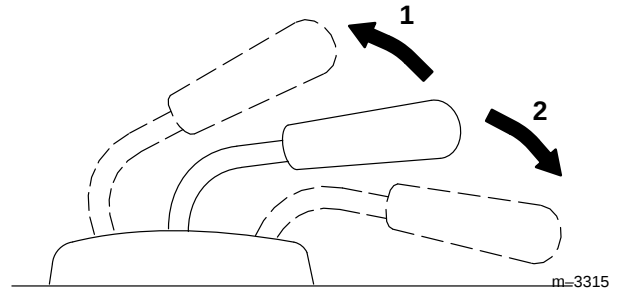

Abbildung 17
2. Den Hubhebel nach OBEN ziehen, um das Zusatzgerät anzuheben (Abb. 17). Dadurch wird das Zusatzgerät angehoben und in gehobener Position gehalten.
2. Den Hubhebel nach UNTEN drücken, um das Zusatzgerät abzusenken (Abb. 17).